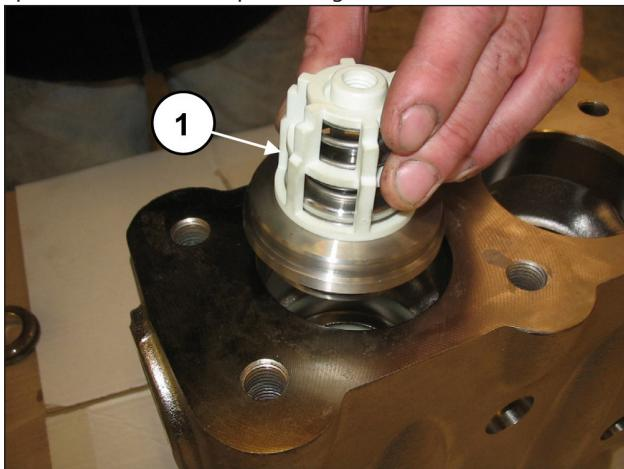
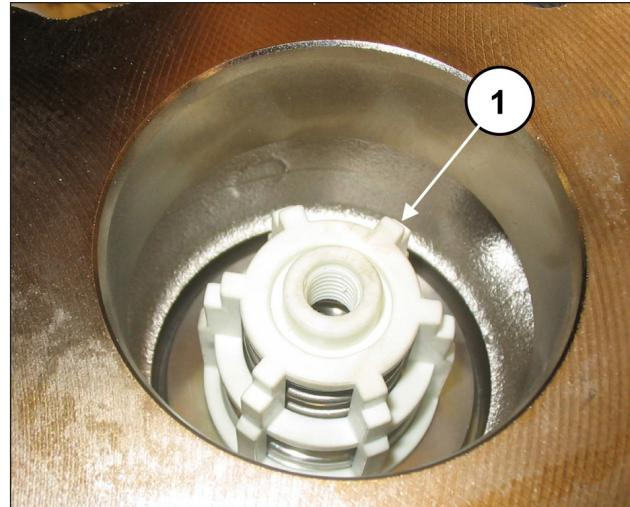

Fig. 120
Fig. 121
Insira o grupo da válvula de descarga (pos. ①, Fig. 120). O grupo da válvula deve ser inserido completamente no fundo e apresentar-se como na pos. ①, Fig. 121.